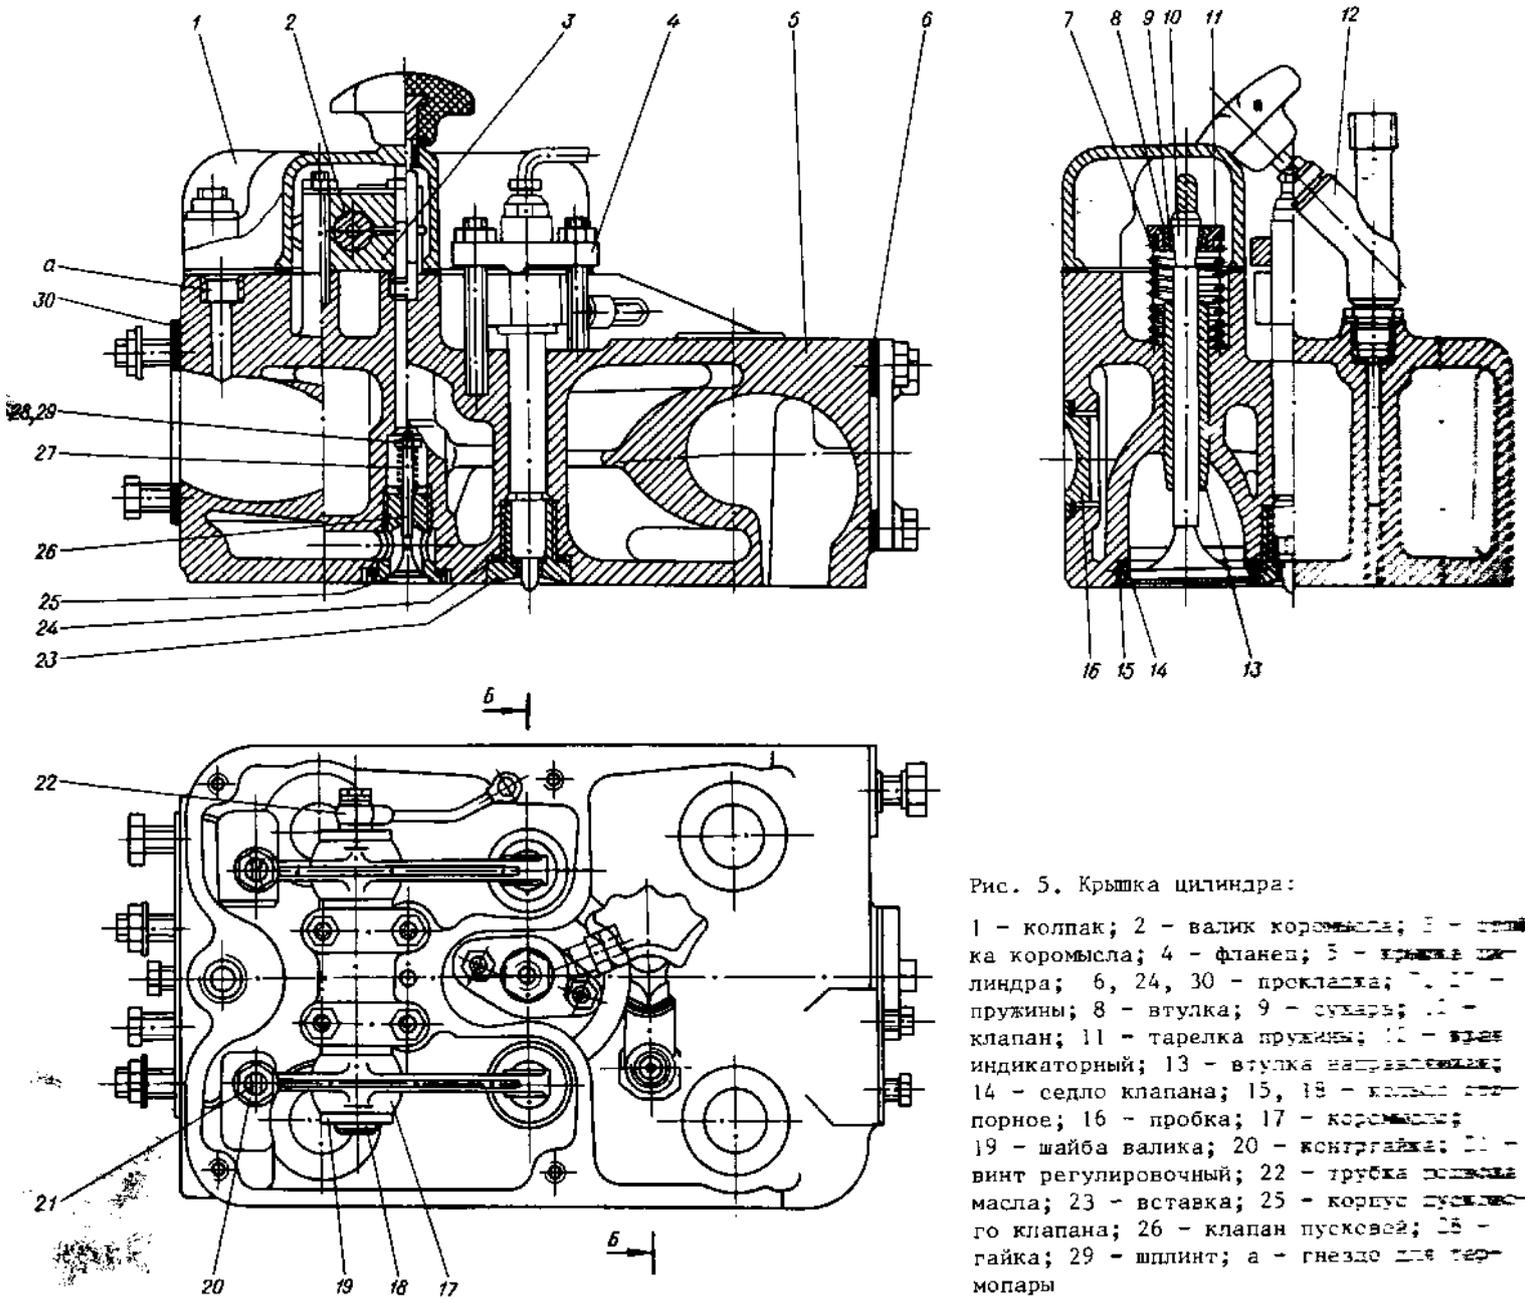

Рис. 5. Крышка цилиндра:
**Крышка цилиндра.** Каждый цилиндр дизеля снабжен отдельной крышкой 5 /рис. 5/, отлитой из чугуна. Крышка имеет два канала, по которым через впускной и выпускной клапаны 10 цилиндр дизеля сообщается с впускным и выпускным трактами.